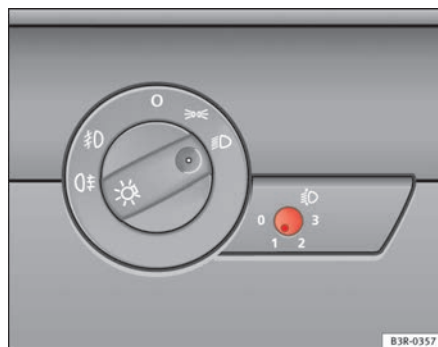

Fig. 89 Regulação do alcance dos faróis
- Pressione brevemente o botão  $\Rightarrow$ fig. 89 para o retirar da sua posição.